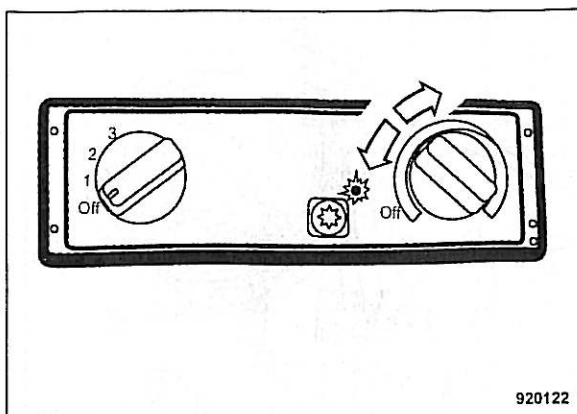

Fig. 102
- Con el interruptor giratorio para la calefacción de la cabina (Fig. 102) elegir una temperatura refrigerante en el campo azul.